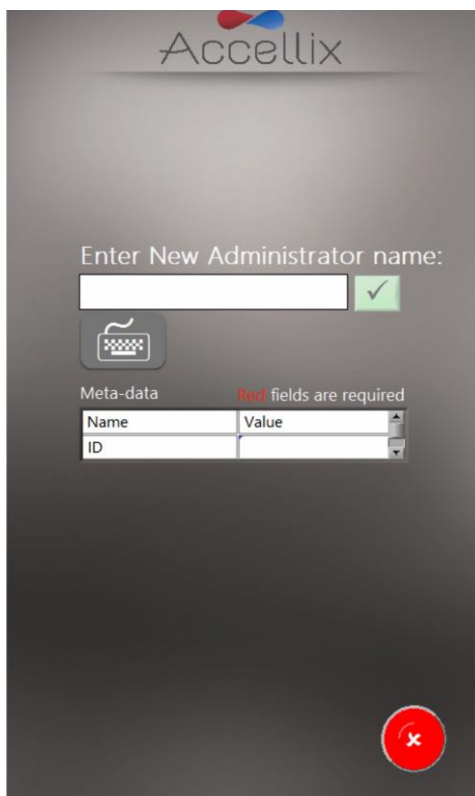

Abbildung 9: Bildschirm „Add User“ (Benutzer hinzufügen)
1. Tippen Sie auf das Symbol **Add** (Hinzufügen) . Der Bildschirm **Add User** (Benutzer hinzufügen) (Abbildung 9) wird angezeigt: